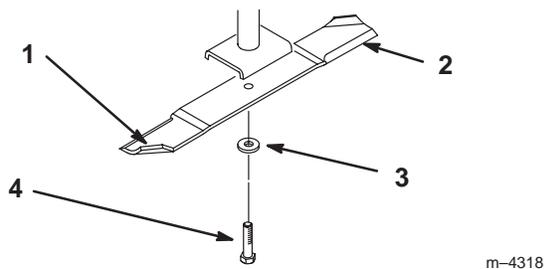
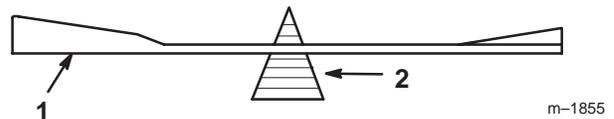

Figure 27
Figure 29
Tenez la lame à son extrémité avec un chiffon ou un gant épais. Retirez le boulon, la rondelle élastique et la lame de l'axe de la lame (Fig. 27).
2. Vérifiez l'équilibre de la lame en la plaçant sur un équilibreur (Fig. 29). Si la lame reste horizontale, elle est équilibrée et peut être utilisée. Si la lame est déséquilibrée, limez un peu l'extrémité de la partie incurvée seulement (Fig. 27). Vérifiez de nouveau et répétez la procédure jusqu'à ce que la lame soit équilibrée.
1. Placez la lame sur l'axe (Fig. 27).
2. Installez la rondelle plate, la rondelle-frein et le boulon de fixation de la lame (Fig. 27). Serrez le boulon de lame à 115–150 Nm (85–110 pieds/livres).